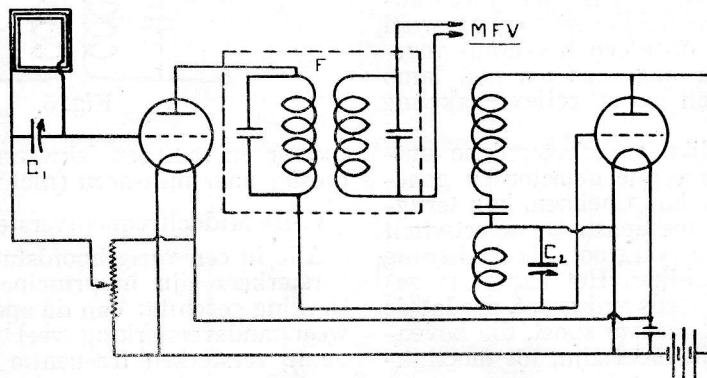

Fig. 2.
**a. De Ultradyne (zie fig. 2)**